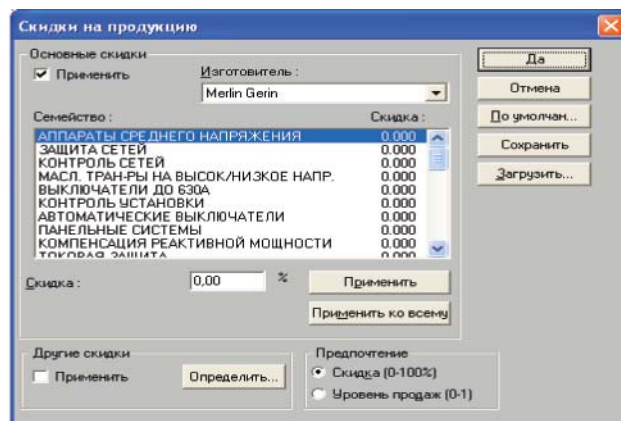

Рис. 89
- 2) в открывающемся окне (рис. 89) определить торговую марку с семействами которой будем работать; название семейства для которого будем задавать скидку и величину скидки;